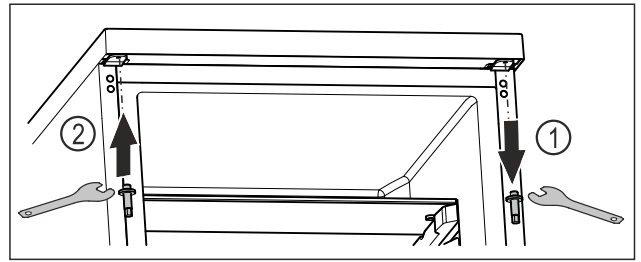

Fig. 22
- ▶ Išsukite viršutinį kaištį raktu su išoriniu šešiabriauniu. Fig. 22 (1)
- ▶ Priveržkite kaištį priešingoje pusėje raktu su išoriniu šešiabriauniu. Fig. 22 (2)